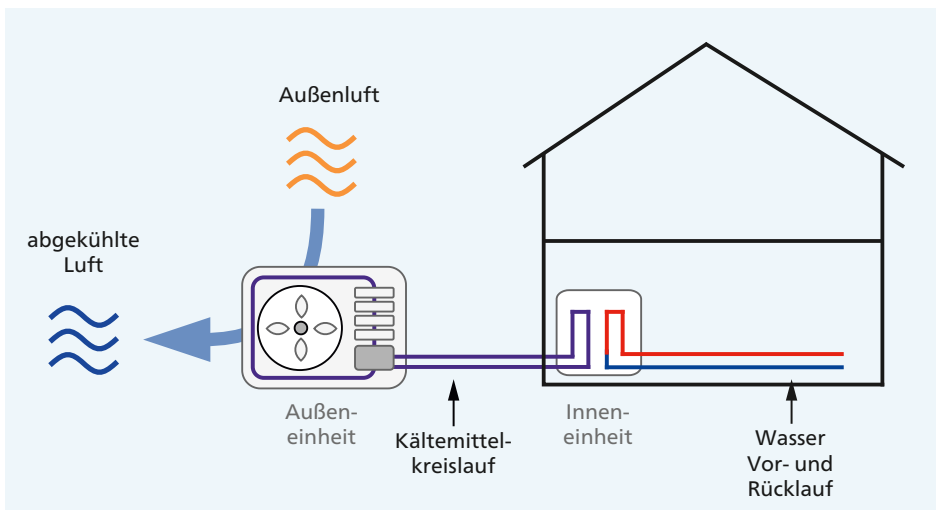

Abbildung 2.7 Luft-Wasser-Wärmepumpe in Splitbauweise
- ▶ Der Innenteil beinhaltet die Steuerung und den Kondensator. Hier erfolgt also die Übertragung der im Kältemittel transportierten Wärme auf den Heizungskreislauf (siehe Abbildung 2.7).